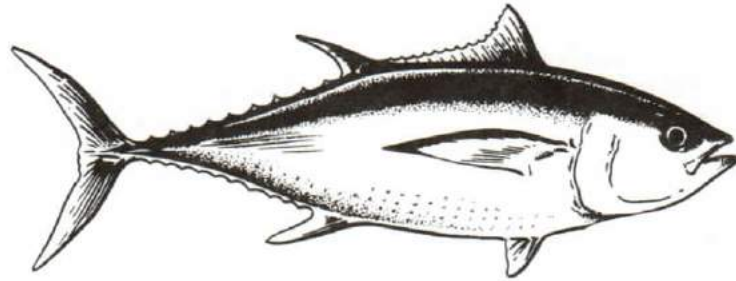

Figure 3-17
2. The fastest of fish is the tuna which is capable of 30 knots in short bursts. Tuna being fished on the west coast of Canada have been known to tear their own heads off by striking a lure at too great a speed. See Figure 3-17.
2. Le plus rapide des poissons est le thon, capable de filer 30 noeuds par sursauts. Durant une pêche au thon sur la côte ouest du Canada on en a vu s'arracher la tête en se frappant à grande vitesse contre un appât (voir la figure 3-17).